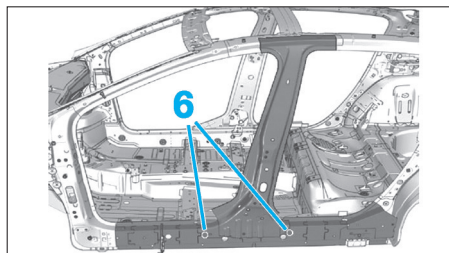

FIG. 85
- Maintenir la position du renfort de pied milieu par rapport au renfort de bas de caisse avec 2 points de soudure (6) (Fig.85).